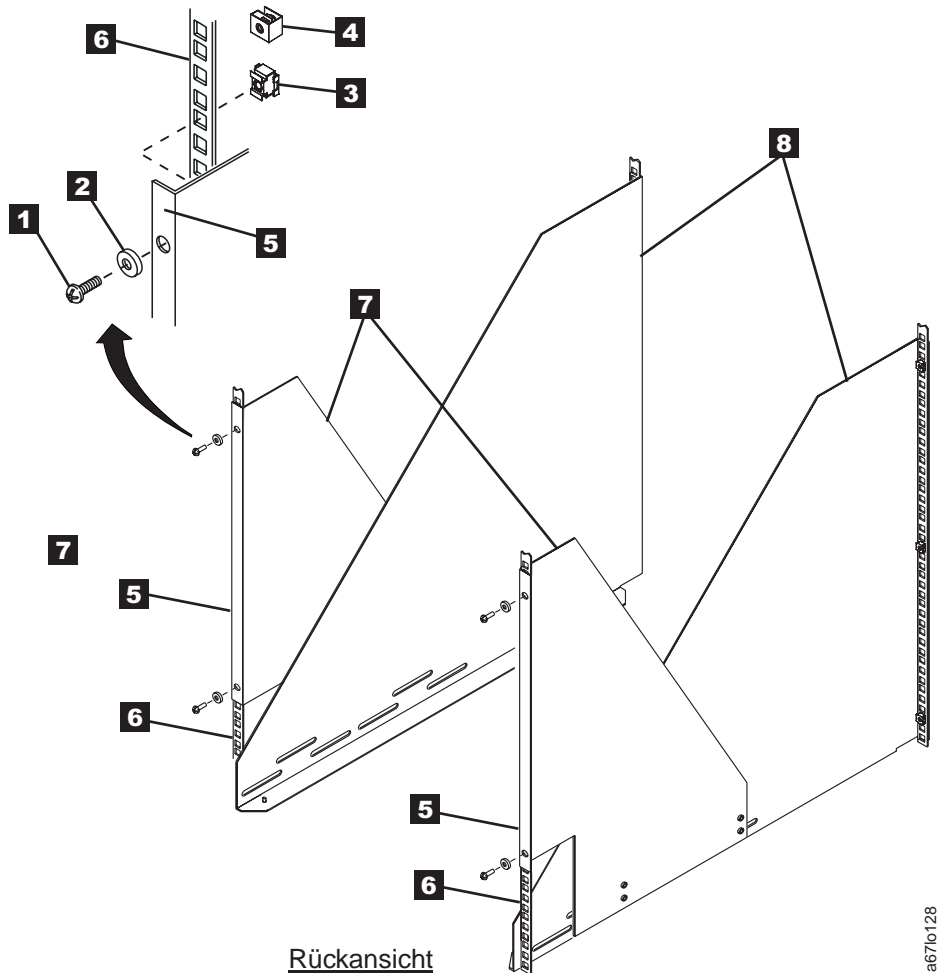

Abbildung 16. Hintere Befestigungswinkel installieren
8. Legen Sie einen der hinteren Befestigungswinkel (siehe **7** in Abb. 16) neben die Schiene **6**. Benutzen Sie den Befestigungswinkel als Schablone und installieren Sie zwei Käfigmuttern **3** oder Klemm-Muttern **4** in die Löcher der Schiene, die bündig mit den Löchern in dem Befestigungswinkel sind. Wiederholen Sie diesen Schritt für den zweiten hinteren Befestigungswinkel.